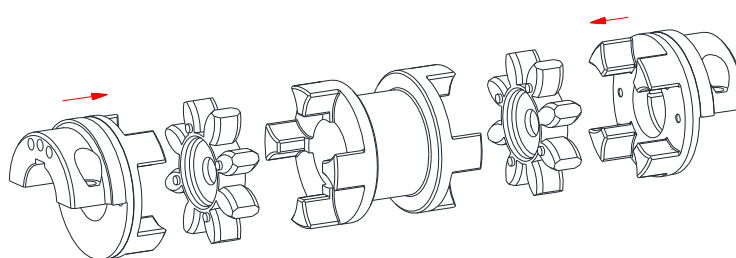

Fig. 12: Montage af navlegeme, tandkrans og DKM-H-mellemstykke
- Sæt navlegemerne sammen med tandkranserne og DKM-H-mellemstykket (se fig. 12).